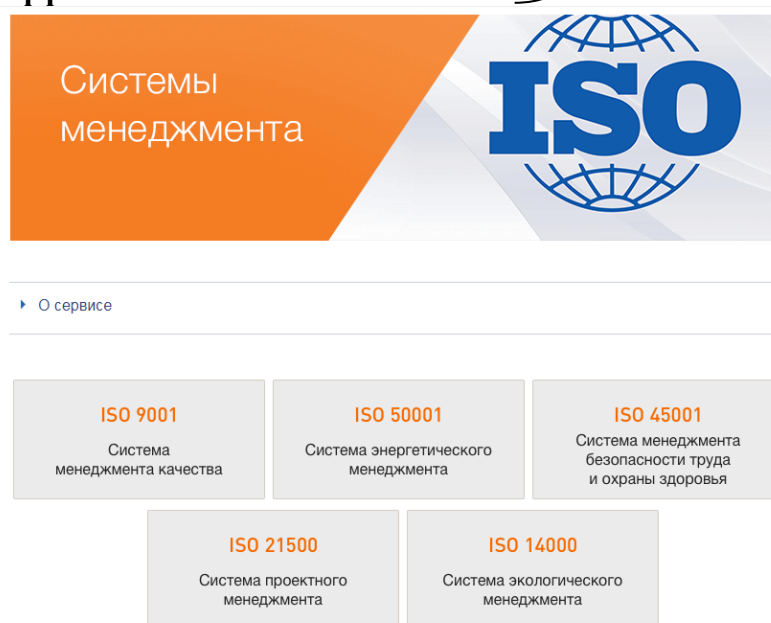

Рис. 32. Системы менеджмента качества
(1) Росстандарт информирует об ошибках в ГОСТах – раздел предоставляет справочную информацию о порядке внесения исправлений в стандартах (в случае обнаружения в них ошибок пользователями стандарта), а также подборку писем-разъяснений Росстандарта по этому вопросу.
(2) ПУЭ – в разделе «Правила устройства электроустановок» представлены: систематизированный сборник нормативных правовых актов, составляющих ПУЭ; консультации экспертов по решению практических вопросов посредством применения ПУЭ; разъяснения положений ПУЭ в форме вопрос-ответ.
(3) Реестры НПА и НТД – справочный материал о перечнях документов, используемых надзорными органами при проведении проверок; ведущими отраслевыми организациями при эксплуатации оборудования; органами по сертификации при подтверждении соответствия продукции.
(4) Новая модель рынка теплоснабжения – информация и перечень нормативных документов по изменению системы отношений в модели ценообразования. В соответствии с планом мероприятий («дорожной картой») «Внедрения целевой модели рынка тепловой энергии» (распоряжение Правительства от 2 октября 2014 года №1949-р)
(5) Информационная безопасность – раздел включает в себя подборку документов и экспертных материалов по разделам: законодательные требования к обеспечению информационной безопасности, виды информации, объекты критической информационной инфраструктуры, ГосСОПКА, реестр российского программного обеспечения, защита персональных данных, система менеджмента информационной безопасности (стандарты ИСО серии 27000)
(6) Системы менеджмента качества (рис.32)
(7) Импортзамещение
(8) Бережливое производство
(9) Энергоэффективность